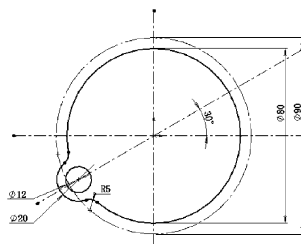

图 2-45 圆角操作
STEP 8 单击“草图”工具栏中的“圆角”按钮, 设置圆角半径为 5mm, 捕捉剪裁后两个圆弧的交点, 进行圆角操作, 效果如图 2-45 所示。